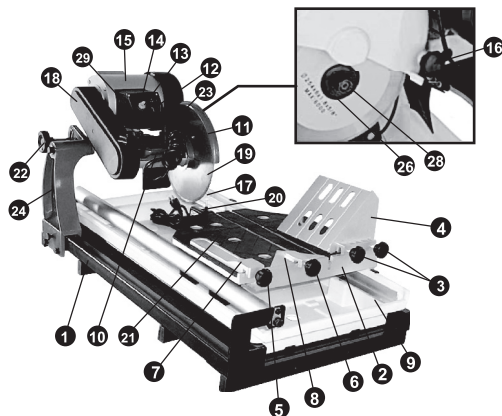
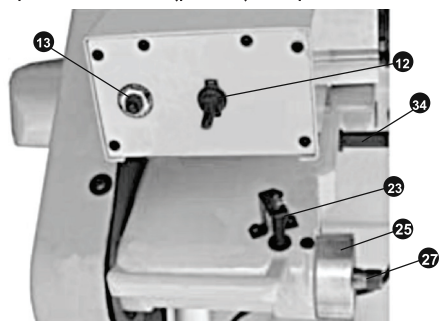
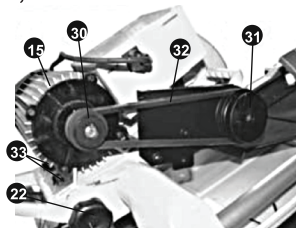

рис. 1
рис. 2
рис. 3
1.3 Транспортировка плиткореза должна производиться в закрытых транспортных средствах в соответствии с правилами перевозки грузов, действующих на транспорте данного вида. При транспортировке - положение электродвигателя фиксируется винтом 11 (рис. 1).
Общий вид плиткореза схематично представлен на рис. 1:
7.2 На консоли 24 (рис. 1) установить и закрепить винтом 22 (рис. 1) двига-
тель 34 (рис. 2).
7.3 На посадочное место (шпилька) двигателя 34 (рис. 2) установить и винтом крепления 16 (рис. 1) закрепить защитный кожух 11 (рис. 1).
ить рабочий стол 21 (рис. 1).
7.6 В зависимости от предполагаемой операции, установить и винтами крепления 3,5,6 (рис. 1) зафиксировать: наклонный стол 4 (рис. 1), угловой упор 8 (рис. 1) или направляющий упор 7 (рис. 1).
7.7 Вилку питания насоса вставить в розетку электрощитка 29 (рис. 1). Шланг насоса вставить в специальную ответную часть насоса.
7.8 Насос 20 (рис. 1) надёжно закрепить на корпусе поддона. Насос, электропровод питания и шланг не должны мешать перемещению рабочего стола.
- Отверните два крепёжных винта защитного кожуха 18 (рис. 1) и снимите кожух;
- Для регулировки натяжения ремня привода 32 (рис. 3) ослабьте гайки крепления 33 (рис. 3) электродвигателя, переместите его в сторону натяжения или
ослабления натяжения ремня и, удерживая электродвигатель, гайками 33 (рис. 3) зафиксируйте его положение. Чрезмерное натяжение ремня привода может привести к его преждевременному износу, а недостаточное натяжение к проскальзыванию при нагрузке на шкивах 30,31 (рис. 1);
- Установите и закрепите защитный кожух 18 (рис. 1).
- Отключите плиткорез (извлеките вилку шнура питания из питающей розетки), ослабьте фиксацию винта 22 (рис. 1) и переместите блок двигателя в выбранное положение, затем, зафиксируйте винтом 22 (рис. 1).
9.1.2 С помощью плиткореза можно произвести разрез заготовки под углом 90° или снятие фаски под углом 45° к её плоскости с применением наклонного стола 4 (рис. 1), резания в размер по направляющему упору 7 (рис. 1), резания в размер под углом 45° с использованием углового упора 8 (рис. 1).
9.1.3 Перед включением убедитесь, что алмазному диску 19 (рис. 1) ничего не мешает и он имеет свободное вращение. Начинать разрез заготовки следует после того, как диск наберёт максимальную скорость вращения.
9.1.5 Для удобства оператора направляющий упор 7 (рис. 1) и угловой упор 8 (рис. 1) возможно устанавливать с левой или с правой стороны отрезного диска.